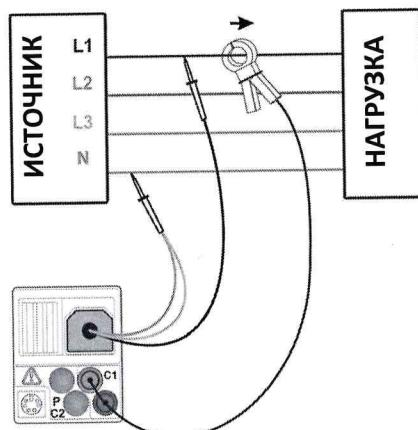

Рисунок 5.46: Измерение мощности
- Подсоедините** выводы (проводы) измерения напряжения и токовые клещи к тестируемому элементу (см. Рисунок 5.46: Измерение мощности).
См. Рисунок 5.46: Измерение мощности